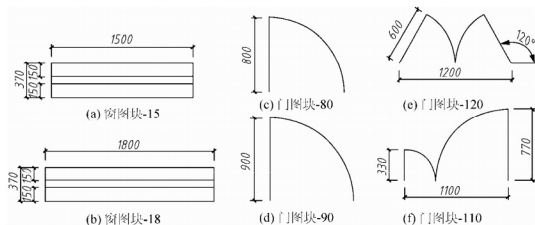

图 9-37 制作图块
(4) 添加窗和门。
① 分别绘制门和窗图形，并将其制作成图块：将“Window”图层设为当前层，分别绘制如图 9-37(a)、(b)所示的窗图形，并分别以块名“窗 15”、“窗 18”制作图块；将“block”图层设为当前层，分别绘制如图 9-37(c)、(d)、(e)、(f)所示的门图形，并分别以块名“门 80”、“门 90”、“门 120”、“门 110”制作图块。